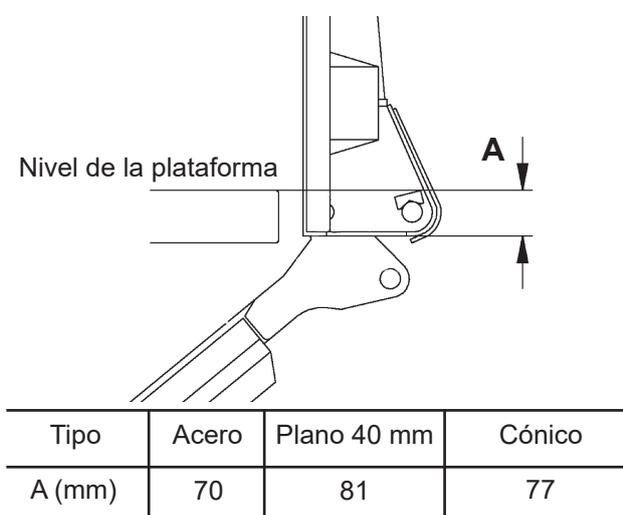

Figura 37. La suspensión inferior del puente (A) varía de un puente a otro.
6. La suspensión inferior del puente (A), véase Figura 37, varía de un puente a otro, algo que debe considerarse al montar la medición del borde superior.